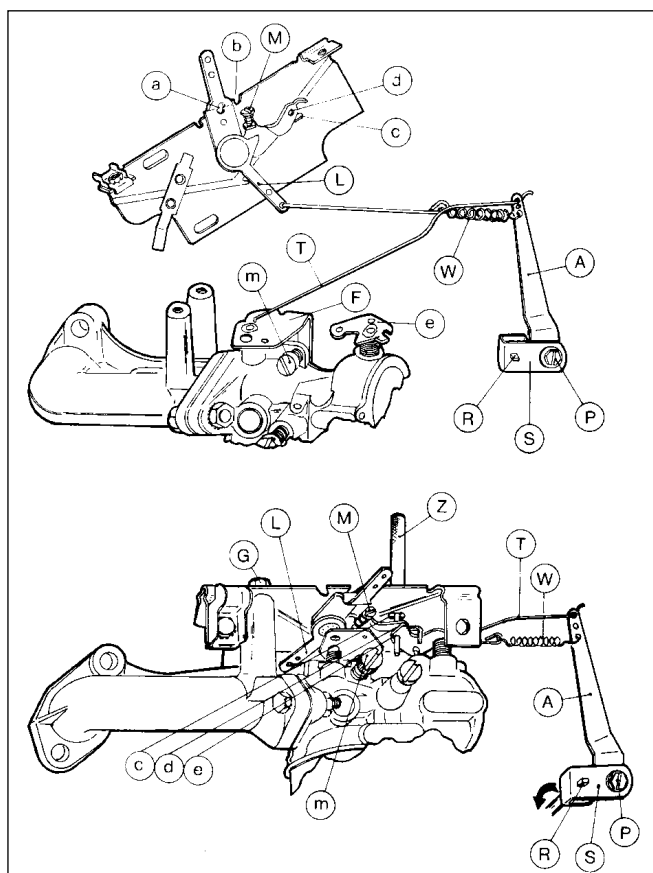
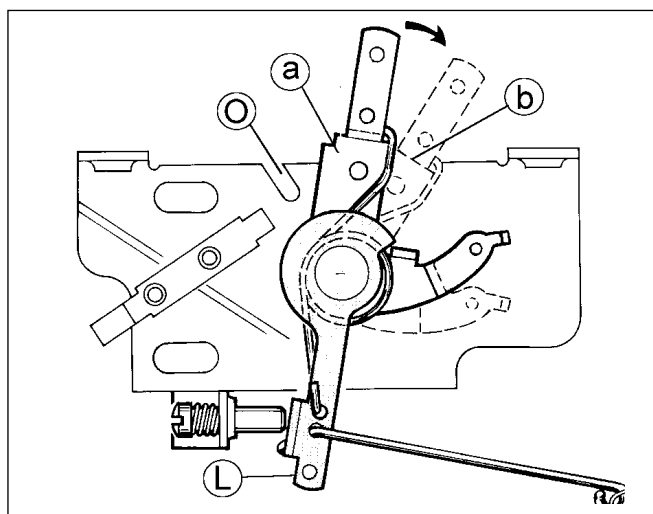

Abb. 15
Abb. 16
Das Verbindungsglied (T) verbindet den Hebel (A) mit der Drosselklappe (F) (Abb. 15). Bei laufendem Motor dreht sich die Fliehkraftreglerstange (R) im Uhrzeigersinn. Die Feder (W) spannt sich stufenweise entsprechend der Position des Hebels (L) und regelt so den Lastangriff an der Drosselklappe sowie die Motordrehzahl. Die maximale Drehzahl ist eingestellt, wenn das Loch (a) in Hebel (L) mit der Einkerbung (b) in der Reglerplatte (Abb. 16) übereinstimmt; die Leerlaufdrehzahl ist eingestellt, wenn Loch (a) in Hebel (L) mit der Einkerbung (O) in der Reglerplatte übereinstimmt.
c) DREHZAHLESTELLUNG (Abb. 15)